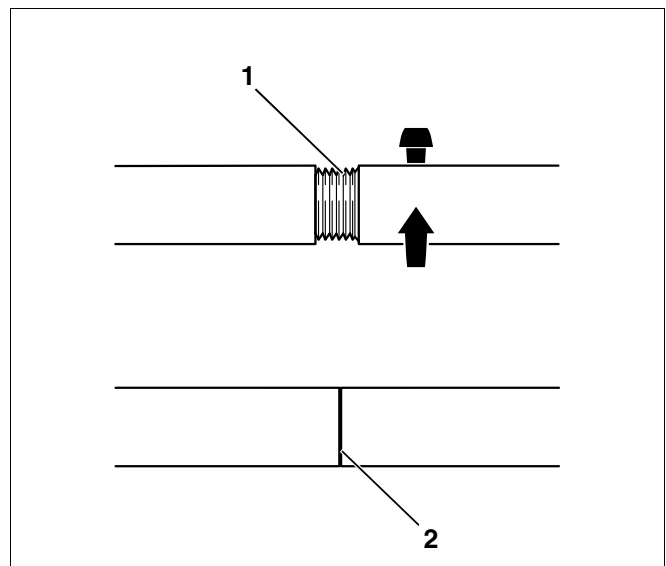

Fig. 15 Îmbinarea filetată a tijeii preseii
- Controlați după fiecare presare îmbinările filetate ale tijelor preseii și corectați-le în caz de nevoie (fig. 15, poz. 2). Când tija preseii s-a rotit complet și nu se mai vede filetul, atunci poziționarea este corectă.